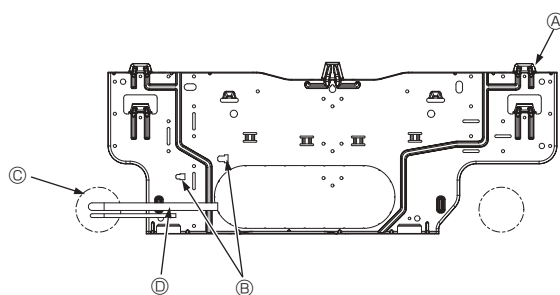

Fig. 3-5
- Ⓓ Festeskruer (4 x 25) ②
- Ⓕ Festebord ①
3.3. Ved innlegging av rør i veggen (Fig. 3-5)
- Ⓐ Festebord ①